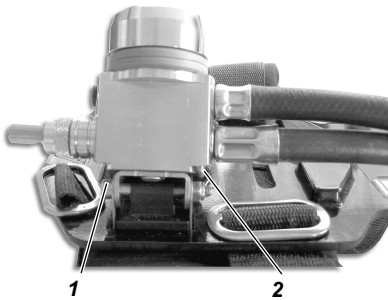

Fig. 8 Démontage du détendeur haute pression
- (3) Enlevez les ceintures d'épaule et de hanche des encoches de la plaque dorsale.
- (4) Dévissez la vis à tête hexagonale (1) du détendeur haute pression (voir Fig. 8).
- (5) Démontez le détendeur haute pression avec les tuyaux de la plaque dorsale.